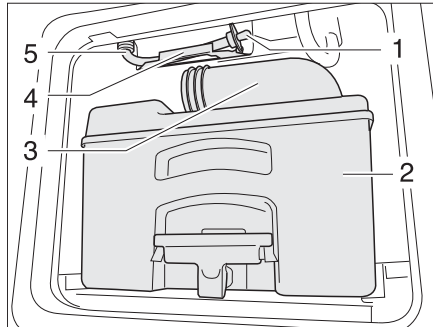

Bild 307 Avloppsslang vattentank toalett
- Töm kassetten (Bild 307,2) på ett därför godkänt avloppshanteringsställe och rengör den.
- Lämna tömningsröret (Bild 307,3) vara öppet.
- Tag ut avloppsslangen (Bild 307,5) ur hållaren (Bild 307,4).
- Ta ur avloppsproppen (Bild 307,1) och låt resterande vatten rinna ut.